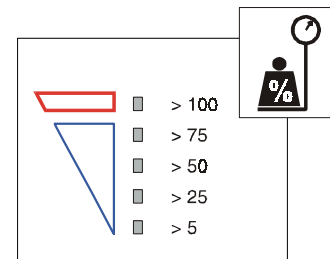

Abb. 5
3.2.2 Belastungsanzeige (Abb. 5)